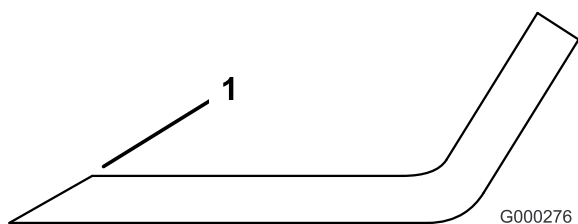

Figura 94
3. Controllate i taglienti di tutte le lame, e affilateli se fossero ottusi o scheggiati. Affilate soltanto la parte superiore del tagliente e mantenete l'angolo di taglio originale per garantire l'affilatezza (Figura 94). La lama rimane bilanciata soltanto se viene rimossa una quantità uguale di metallo da entrambi i taglienti.